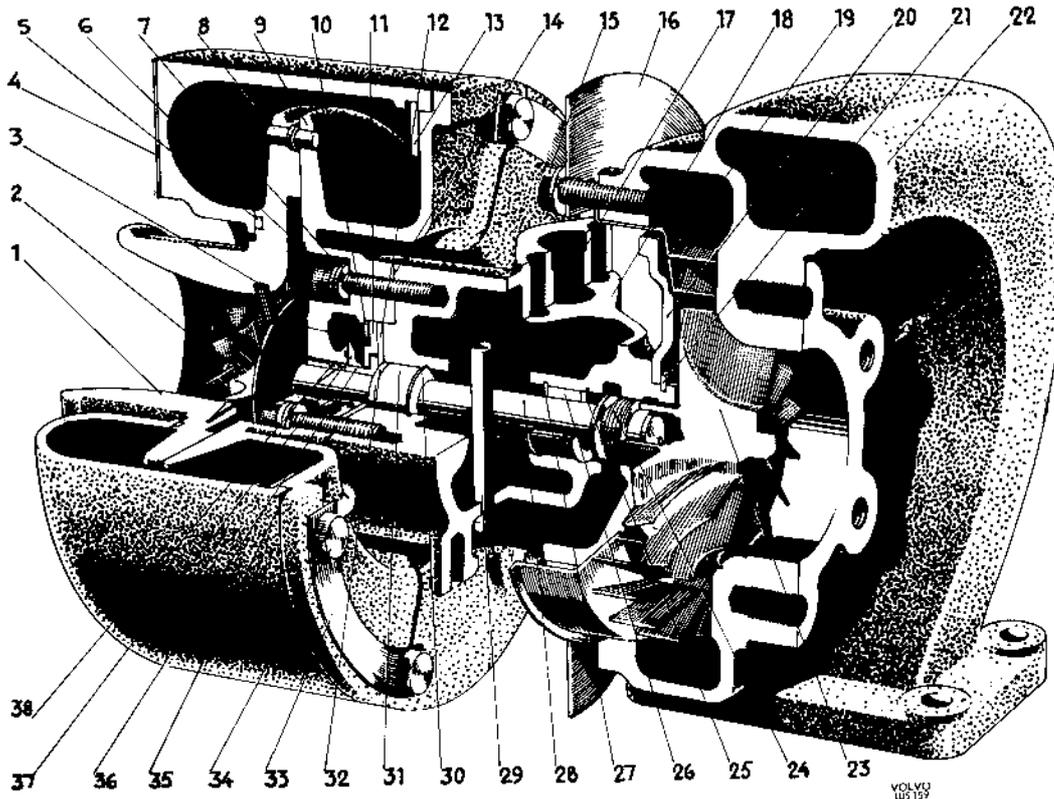

Fig. 95. Nouveau modèle de turbocompresseur (Holset, modèle 4)
5. Enlever l'entrée d'air du compresseur (1, figure 95) à l'aide de deux tournevis placés l'un en face de l'autre.